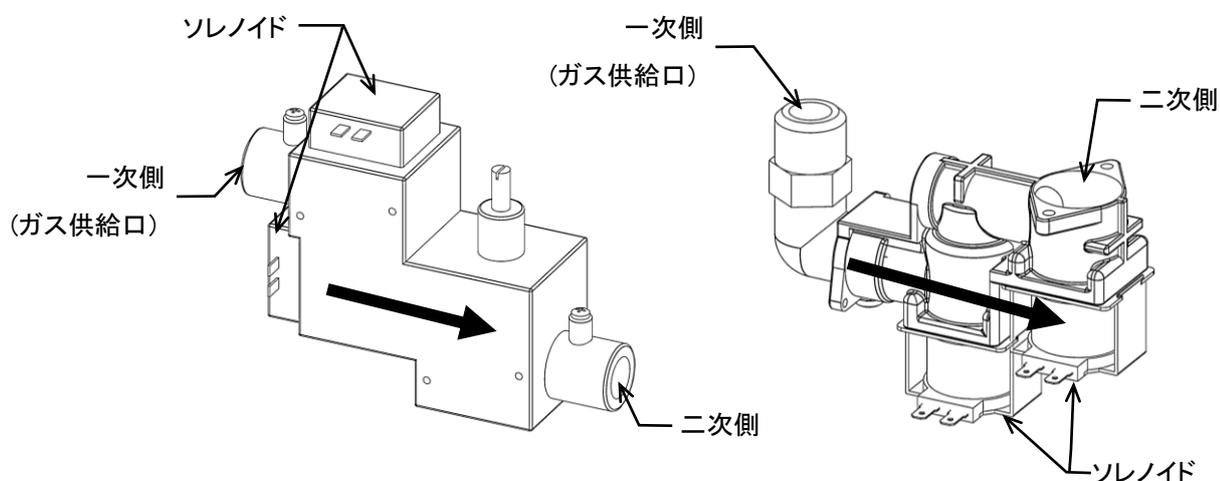

図 9-4(左:VG253、VG383 右:VG143)
9.3.3 ガス電磁弁 (図 9-4)
- ・ 炎が正常な状態であることを確認します。(図 9-4)この時、炎がつかない、正常に炎がついてない場合、ガス電磁弁に異常がある可能性があります。直ちにガス本管と機械に取り付けられた手動バルブを閉じること。